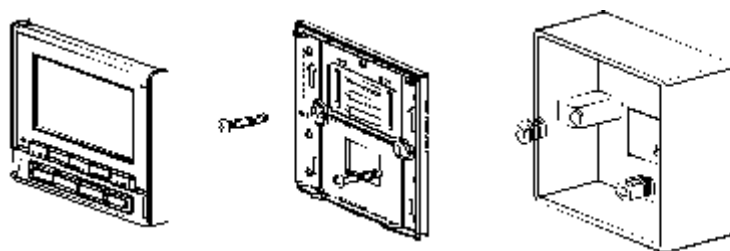

Fig 3-5
- 6- Fije la tapa inferior con los dos tornillos planos. Compruebe que la tapa inferior está paralela a la pared. Coloque de nuevo la tapa del mando. (Vea Fig.3-5).